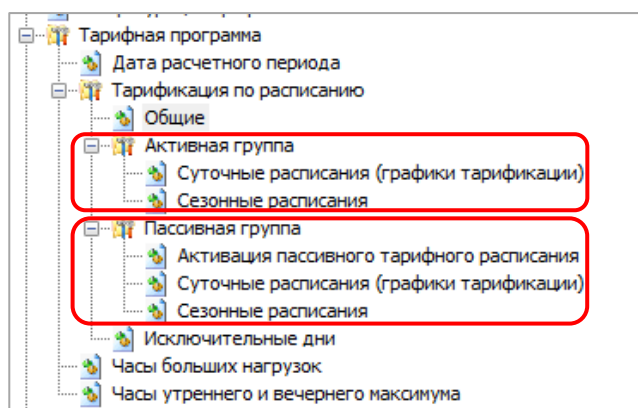

Рисунок 97
- 32 суточных расписаний переключения тарифа, в каждом до 16 точек переключения тарифа (см. рисунок 97). Одна точка переключения тарифа содержит: время начала действия тарифа (чч:мм) и тариф (т)) (рисунок 99); Порядок задания тарифов – произвольный. Если переключение не используется, то в соответствующих полях необходимо установить значения: время – 00:00, тариф – нет;
- 12 сезонных недельных расписания (см. рисунок 97). Каждое содержит: дату начала действия расписания (дд.мм) и номер суточного расписания переключения тарифов для каждого дня недели (пн, вт, ср, чт, пт, сб, вс) от 1 до 32 (рисунок 100). Если сезонное недельное расписание надо отключить, то в графе «Использовать» задается «-», в противном случае «+».
Исключительные дни (48 штук)²⁴ применяются сразу после записи (см. рисунок 97). Каждый исключительный день содержит, месяц год и номер суточного расписания переключения тарифа от 1 до 32 (см. рисунок 101). Если исключительный день не используется, то в графе **«Использовать»** задается **«-»**, в противном случае **«+»**.